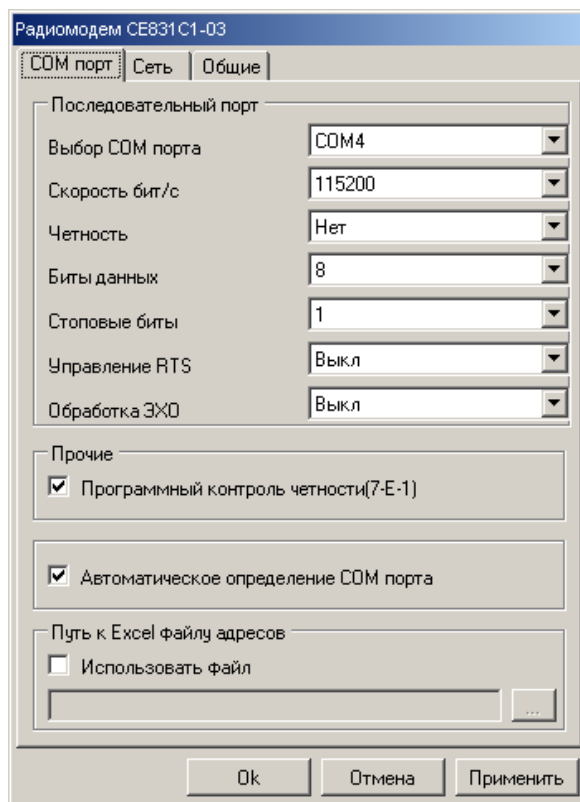

Рисунок 4.6 - Окно редактирования настроек канала связи «CE831C1-03»
4.8 Выберите профиль настроек протокола обмена «ГОСТ Р МЭК 61107-2001» и нажмите кнопку «Свойства» на панели задач. В результате откроется окно редактирования настроек протокола обмена (рисунок 4.6).